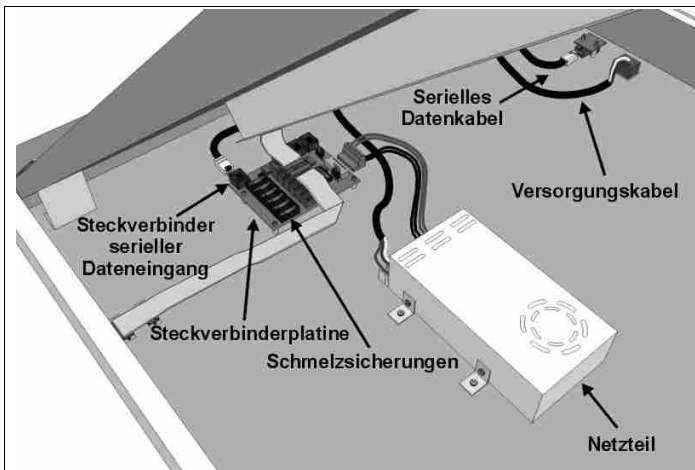
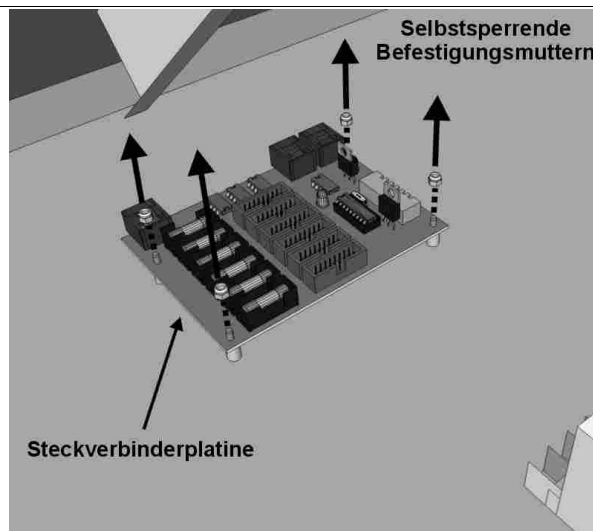

Abb. 20: Ersetzen einer Stechverbinderplatine
Abb. 21: Befestigung Steckverbinderplatine
- b) Die Bedienkonsole mit einem sicher funktionierenden seriellen Kabel direkt an die seriellen Datenanschlussbuchse der Steckverbinderplatine (Abb. 20) anschließen und die Anzeigetafel unter Strom setzen;
- c) Die Steckverbinderplatine innerhalb des oberen Moduls der Anzeigetafel ausfindig machen (Abb. 20), und die Schmelzsicherung (Abb. 21) in der Nähe des Steckverbinders, in den das aus der vorherigen Steuerplatine herkommende 16-Wege-Flachkabel eingesteckt ist, ersetzen, sofern sie beschädigt ist, andernfalls die Steckverbinderplatine ersetzen (Kapitel 7.2).
2. Die Steckverbinderplatine ausfindig machen (Abb. 20); danach alle Steckverbinder aus der Platine herausnehmen und deren Position Vermerken.
3. Mittels eines 5,5 mm Schlüssels die 4 Befestigungsschrauben der Steuerplatine abschrauben (Abb. 21), sie aus ihrer Aufnahme herausnehmen und die neue Platine befestigen.